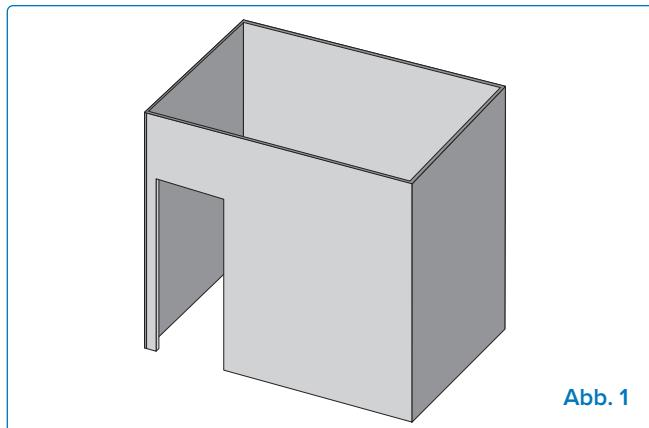

Abb. 1
- Das Gerät gilt als im Freien installiert, wenn es sich in einem Unterstand mit Wänden an drei Seiten, aber ohne Überdachung befindet. (**Abb. 1**).